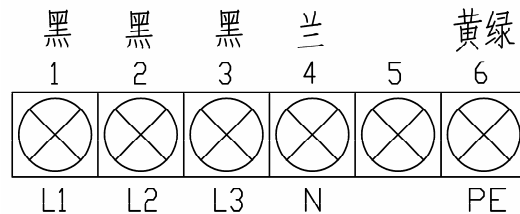

图 3
- 1、电源安装：请按铭牌提示电压、功率选择电源插座，选择 1.5mm²或以上的电线接入电控柜底部的电源进线端子上，如图 3 所示。L1、L2、L3 表示 A、B、C 三相线(三相线为黑色)，N 为零线（零线为兰色），PE 为地线（地线为黄绿线）。